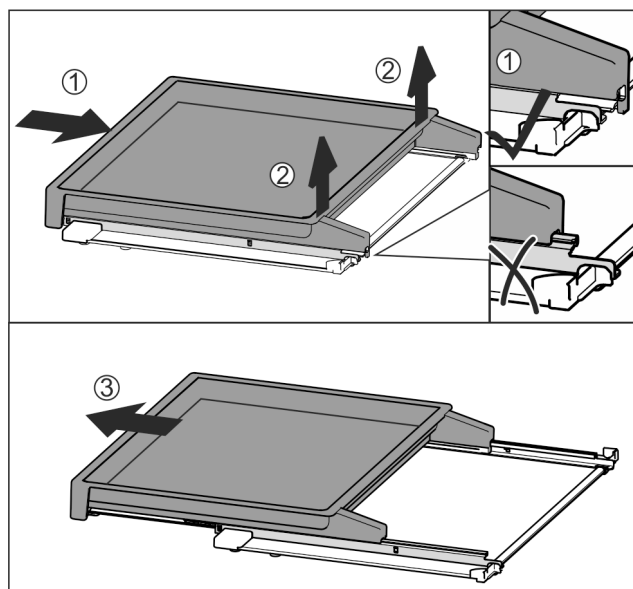

Fig. 78
- ▶ Skub udtrækshylden helt ind Fig. 78 (1).
- ▶ Løsn holderne bagtil Fig. 78 (2).
- ▶ Træk udtrækshylden ud fremad Fig. 78 (3).